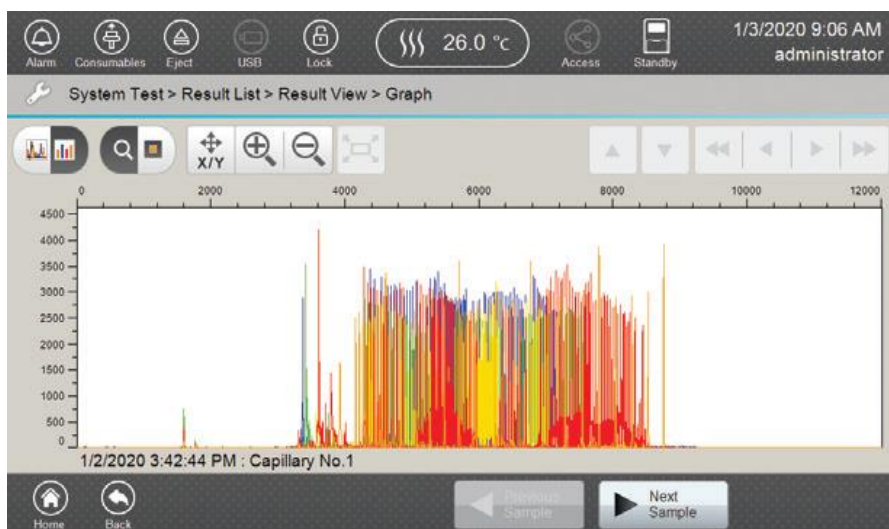

図 227 Fragment の System Test で選択したサンプルの Graph 画面.
8. 「Graph」画面でサンプルのデータを見るには、フッターの **View** を選択します。(図 227)